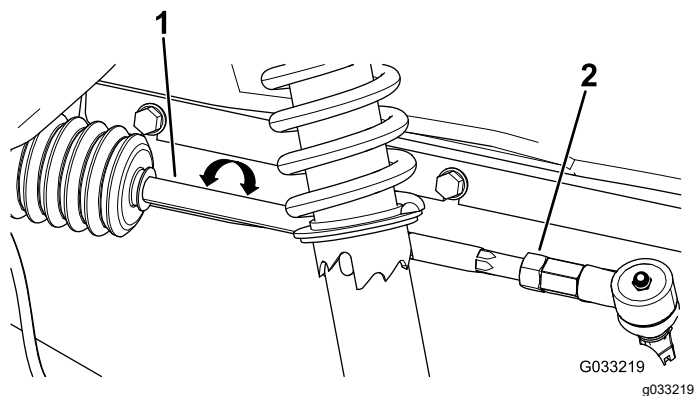

Figure 61
2. Si la mesure n'est pas comprise entre 0 et 6 mm (0 et 1/4 po), desserrez les écrous de blocage aux extrémités extérieures des biellettes (Figure 61).